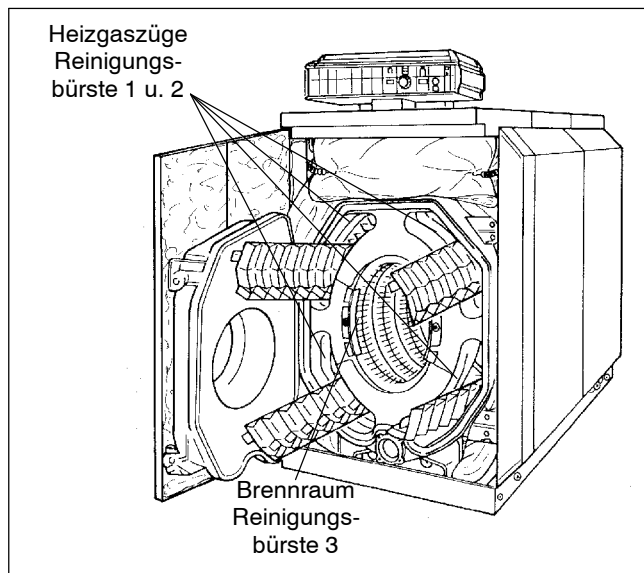

Abb. 57
- Die Heizgaszüge sind mit den Reinigungsbürsten 1 und 2 von vorne nach hinten zu reinigen (Abb. 57).
- Die Brennraumbückwand ist mit der Reinigungsbürste 3 zu reinigen (Abb. 57).
- Der restliche Brennraum ist mit der Reinigungsbürste 2 zu reinigen (Abb. 57).